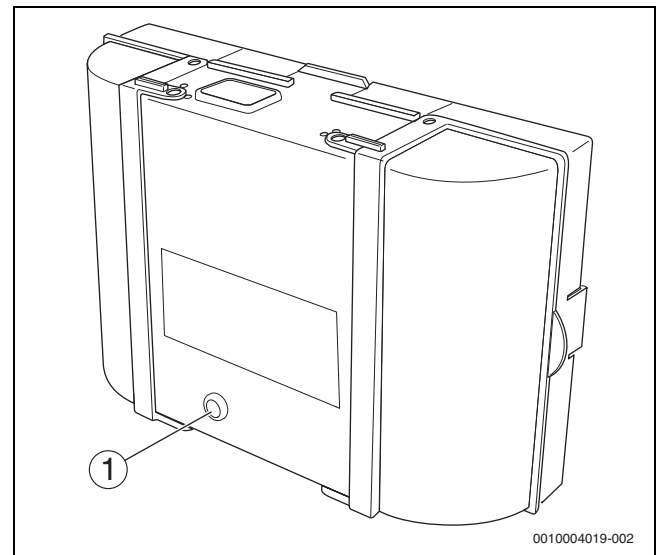

Bild 11 Störungen am Feuerungsautomat zurücksetzen
- Taste reset (→ Bild 11, [1])